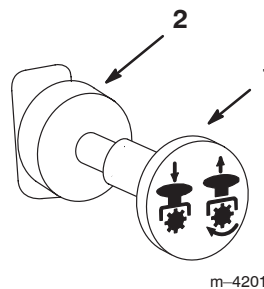

Figure 11
3. Placez la commande de prise de force (PDF) en position Désengagée (Fig. 11).